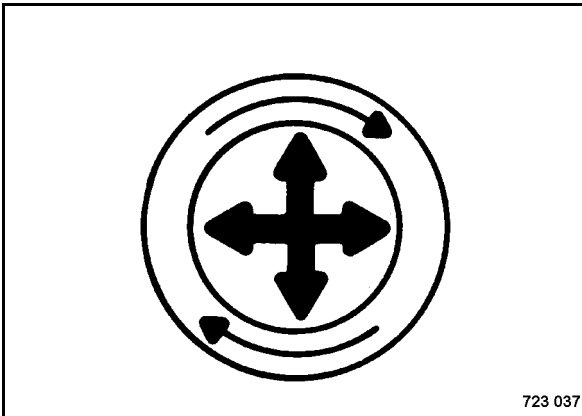

Fig. 153
- Soltar el elemento filtrante principal (Fig. 153) con mucho cuidado.
El elemento filtrante principal está posicionado precisamente sobre el tubo de salida así procurando una obturación por la parte interior de la tapa del filtro. Retirar el elemento filtrante principal con mucho cuidado para reducir la liberación de la cantidad de polvo. Para soltar la obturación hay que tirar el elemento filtrante principal con mucho cuidado hacia abajo y los lados o girarlo (Fig. 153).